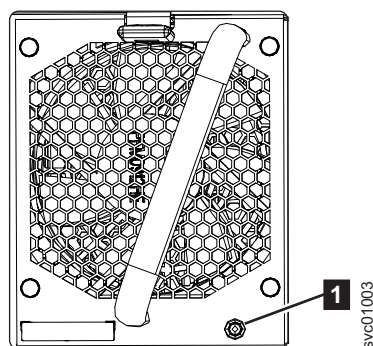

図 109. ファン・モジュール LED
1. 交換するファン・モジュールを確認します。ファン・モジュールの前面にあるオレンジ色の LED (図 109 の **1**) が点灯している場合は、障害を示しています。